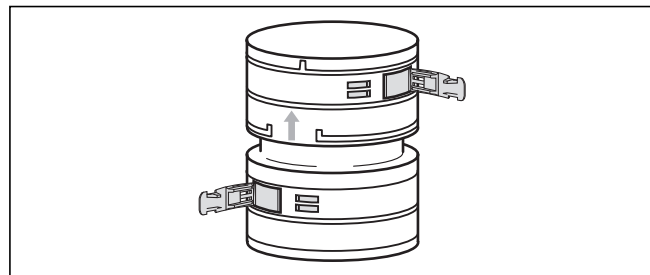

Рис. 5.52 Соединительный элемент
- При необходимости сначала монтируйте соединительный и элемент для очистки (см. рис. 5.52 и 5.53).
Вместо того, чтобы обматывать гибкий дымоход по всей длине за один раз, Вы можете использовать отрезки и соединять их соединительными элементами (арт. № 303512, рис. 5.52) или элементом для очистки (арт. № 303511, рис. 5.53).